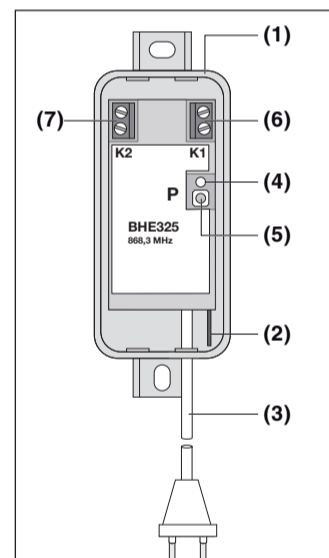

Fig. 2
2.2 Receiver BHE325 (Fig. 2)
2.2 Récepteur BHE325 (fig. 2)